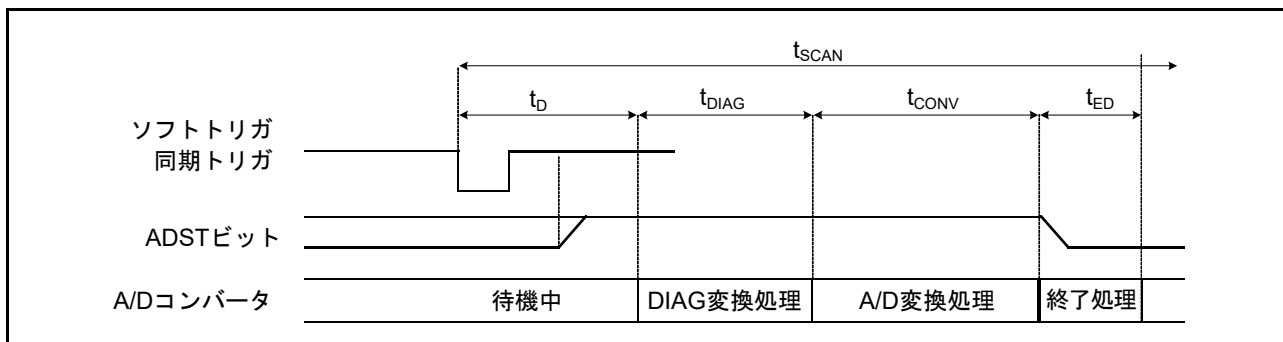
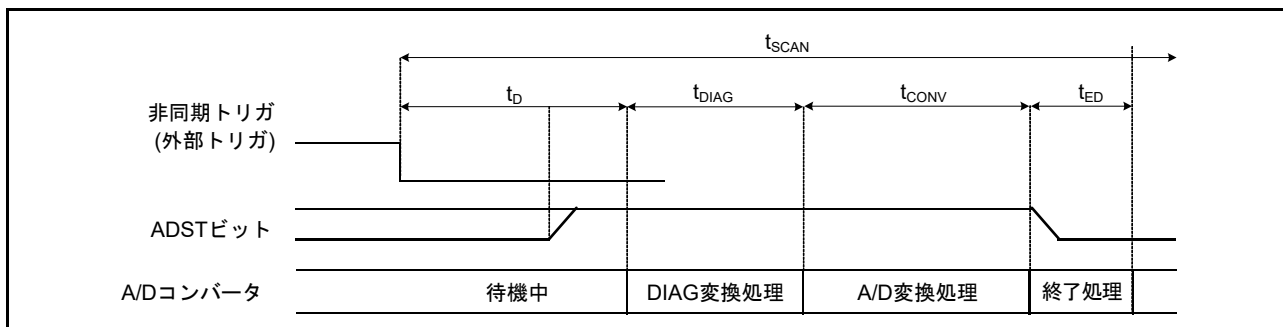

図 40.22 スキャン変換のタイミング (ソフトウェア起動、同期トリガ起動の場合)
図 40.23 スキャン変換のタイミング (非同期トリガ起動の場合)
図 40.22 にシングルスキャンモード、ソフトウェア起動と同期トリガ起動によるスキャン変換を行う場合のタイミングを示します。また、図 40.23 にシングルスキャンモード、非同期トリガ起動によるスキャン変換を行う場合のタイミングを示します。スキャン変換時間 (t_{SCAN}) はスキャン変換開始遅延時間 (t_D)、断線検出アシスト処理時間 (t_{DIS}) (注 1)、自己診断変換時間 (t_{DIAG}) (注 2)、A/D 変換処理時間 (t_{CONV})、スキャン変換終了遅延時間 (t_{ED}) を含めた時間となります。
- 注1. t_D 、 t_{DIAG} 、 t_{CONV} 、 t_{ED} の各タイミングについては図40.22、図40.23を参照してください。